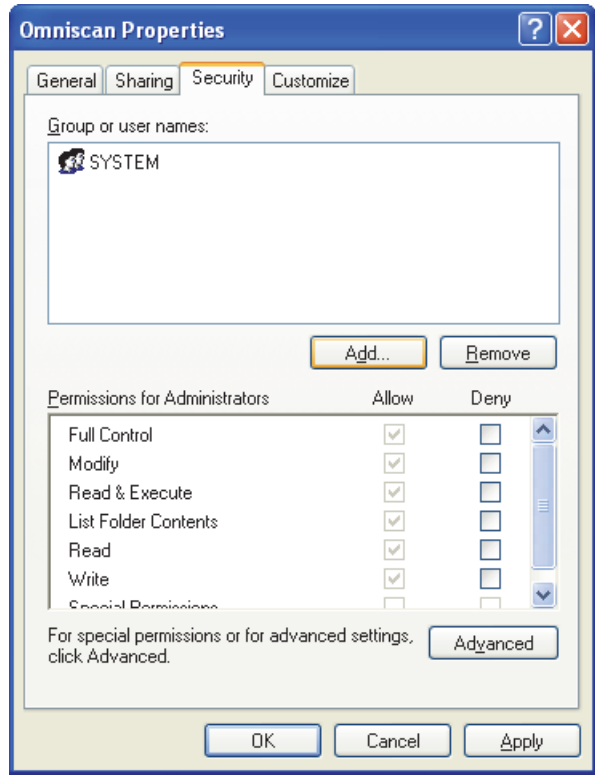

图 7-18 OmniScan 属性对话框中的安全选项卡（Windows XP）
12. 在 **Omniscan Properties** (Omniscan 属性) 对话框中, 点击 **Security** (安全) 选项卡, 然后点击 **Add** (添加) (参见第 186 页的图 7-18)。